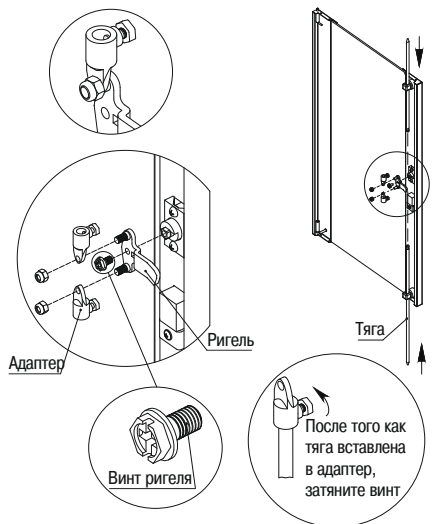

Рисунок 12 – Сборка дверей
3.3.3 Закрепите ригель на замке с помощью болта. Наденьте адаптеры на стержни ригеля, закрепите гайками. Вставьте тяги в адаптеры, притяните болты на адаптерах (рисунок 12).